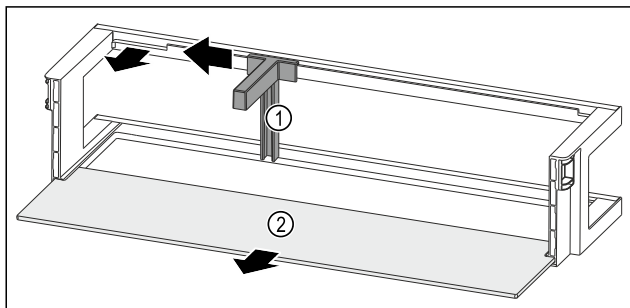

Fig. 93 Polica u vratima s držačem boca i policom za odlaganje
- Držač za boce Fig. 93 (1) pogurnite do otvora na stranu.
- Izvadite držač za boce Fig. 93 (1).
- Izvadite policu Fig. 93 (2).